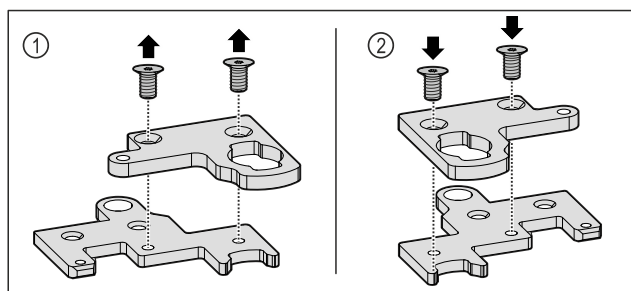

Fig. 29
- Desmontar el ángulo de bisagra de dos piezas. Fig. 29 (1)
- Volver a montar el ángulo de bisagra de dos piezas girado 180°. Fig. 29 (2)